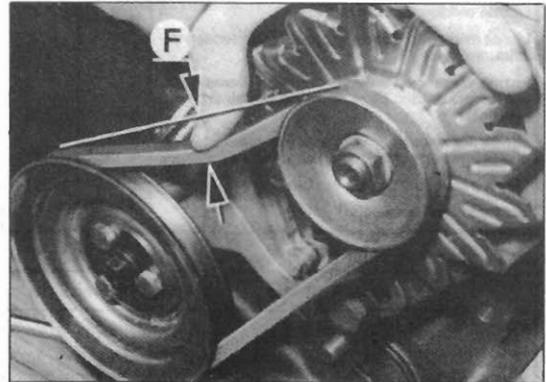

Fig.204 — Regulação da tensão correia
- Rodar o alternador sobre os seus apoios, com o auxílio duma alavanca, até obter uma flecha de 10 a 15 mm sob a pressão de 10 Kg (fig.204).